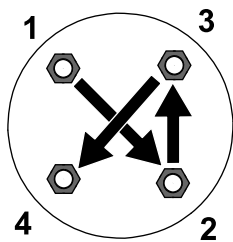

Figura 68
Apriete las tuercas de las ruedas delanteras y traseras (máquinas con tracción a 4 ruedas solamente) al par especificado usando el patrón ilustrado en la Figura 67 y la Figura 68.
- Ruedas traseras (máquinas con tracción a 4 ruedas solamente): consulte Figura 68